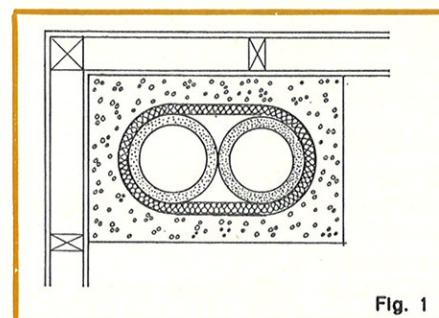

Fig. 1
3. Med to vanger direkte mot hjørne av trevegger, se fig. 1.